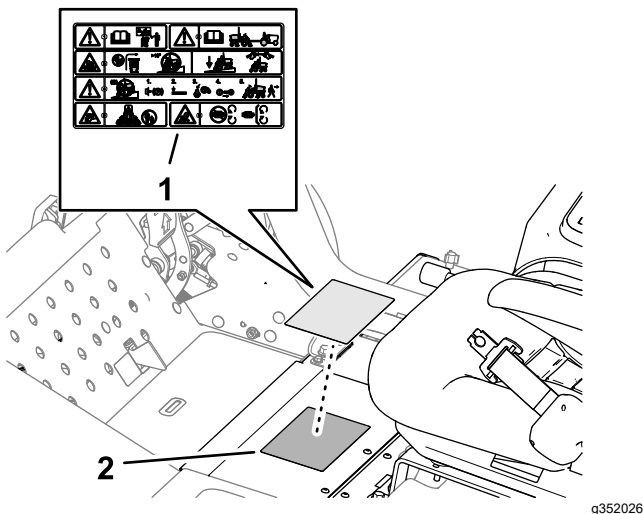

Bild 24
über den Standard-Warnaufkleber an, wie in Bild 24 dargestellt.
1. Reinigen Sie den Standard-Warnaufkleber mit Alkohol, und lassen Sie den Rahmen trocknen (Bild 24).